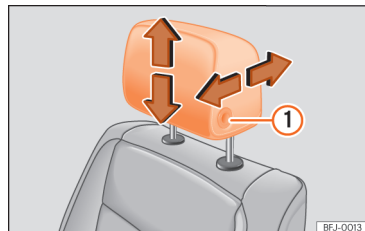

Рис. 95 Регулювання переднього підголівника.
- Потягніть підголівник вгору або вниз у напрямку відповідної стрілки. Щоб підняти чи опустити передній підголівник, натисніть і тримайте кнопку >>> **рис. 95 ①**. Щоб підняти за-
- Посуньте підголівник уперед чи назад в напрямку, позначеному відповідною стрілкою, натискаючи кнопку >>> **рис. 95 ①**.